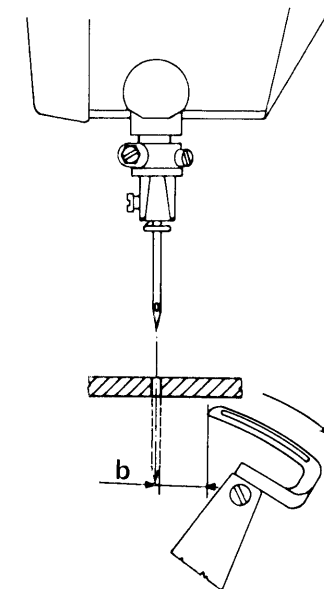
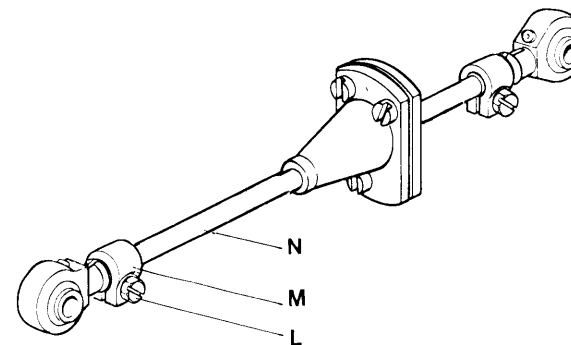

Fig. 15
Fig. 16
1. Per ottenere la quota "c" (fig.15) portare il crochet tutto a destra, allentare la vite L della fascetta M e agire sul tirante N della biella (fig.16) sino ad ottenere la quota prescritta dalla tabella di fase.
1. To obtain distance "b" (fig.15) bring looper fully to the right, slacken screw L of sleeve collar M and adjust stay-rod N of connecting rod (fig.16) until the distance indicated in setting table is obtained.